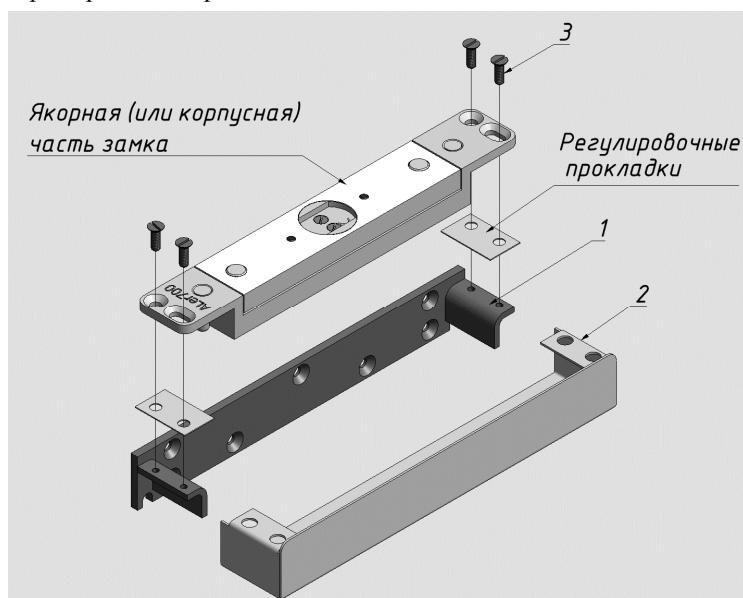

Рис. 1
- 3.1 Корпусная часть ЗАМКА крепится с помощью кронштейна к дверной раме, якорная часть замка с помощью аналогичного кронштейна - к полотну двери. Кронштейны крепятся с помощью саморезов или винтов (не входят в комплект поставки). Кожухи крепятся к кронштейнам штатными винтами одновременно с корпусом или якорем ЗАМКА (Рис. 1).